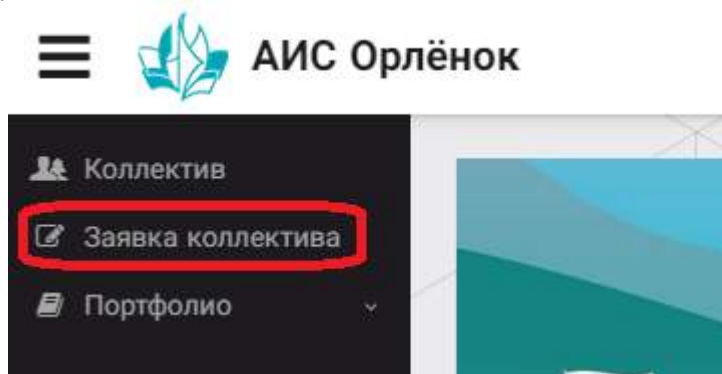

Рисунок 30 – Пункт меню «Заявка коллектива»
1. Подача заявки на конкурс осуществляется через раздел меню «Заявка коллектива» (Рисунок 30). Необходимо нажать на этот пункт меню в личном кабинете руководителя коллектива.